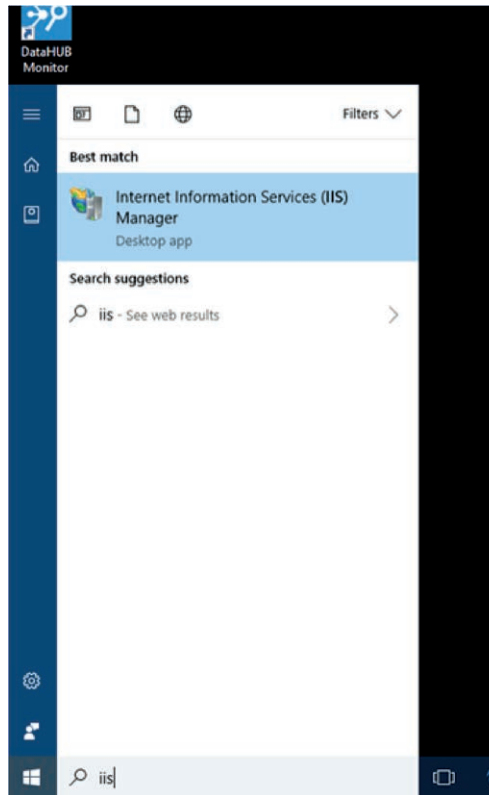

Abbildung 31 „Internet information Services (IIS) Manager“ wählen
1. Öffnen Sie IIS über das Windows-Startmenü. Suchen Sie dazu nach IIS und wählen Sie den Internetinformationsdienste- (IIS-)Manager aus (siehe Abbildung 31).